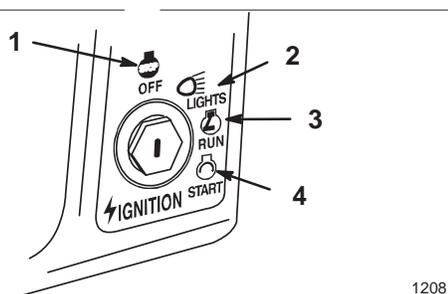

Abbildung 6
6. Den Zündschlüssel im Uhrzeigersinn drehen und auf Position "START" halten (Abb. 6). Wenn der Motor startet, den Schlüssel loslassen.
2. Den Zündschlüssel auf Position “OFF” drehen (Abb. 6).